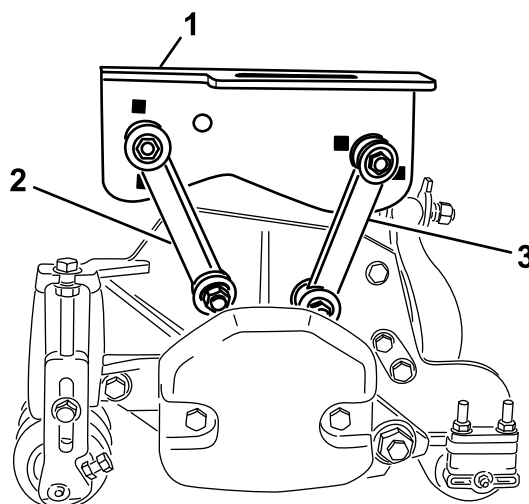

図 17
- 前取り付けリンクを中央のキャリアフレームに固定する ボルト  $\frac{3}{8} \times 2\frac{1}{4}$ " 1 本、平ワッシャ 2 枚、ロックナット 1 個を使用して 図 17 のように取り付ける。取り付けるときにリンクの両側にワッシャを入れる。締め具を  $42\text{N}\cdot\text{m}$  (8.3kg·m = 31ft·lb) にトルク締めする。
- 後取り付けリンクを中央のキャリアフレームに固定する ボルト  $\frac{3}{8} \times 2\frac{1}{4}$ " 1 本、平ワッシャ 2 枚、ロックナット 1 個を使用して 図 17 のように取り付ける。取り付けるときにリンクの両側にワッシャを入れる。締め具を  $42\text{N}\cdot\text{m}$  (8.3kg·m = 31ft·lb) にトルク締めする。